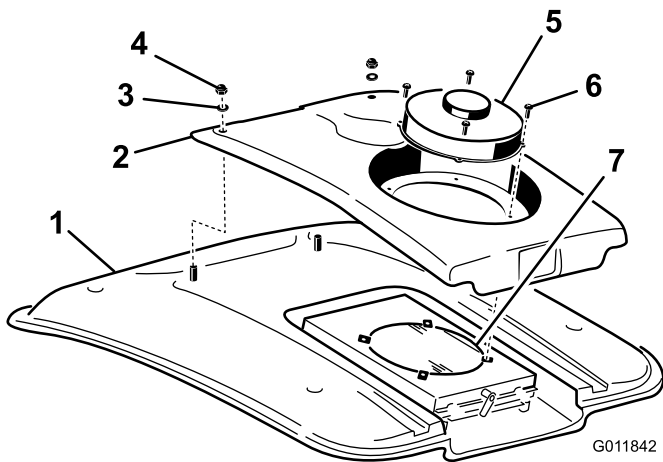

Bild 103
2. Entfernen Sie die (4) Schrauben, mit denen der Lüfter und die Kondensatorabdeckung an der Lüfterbefestigung befestigt ist (Bild 103).
4. Entfernen Sie die zwei Schrauben und Scheiben, mit denen die Vorderseite der Kondensatorabdeckung am Kabinendach befestigt ist (Bild 103).
8. Reinigen Sie den Klimaanlage-Kondensator gründlich mit Druckluft (Bild 103).